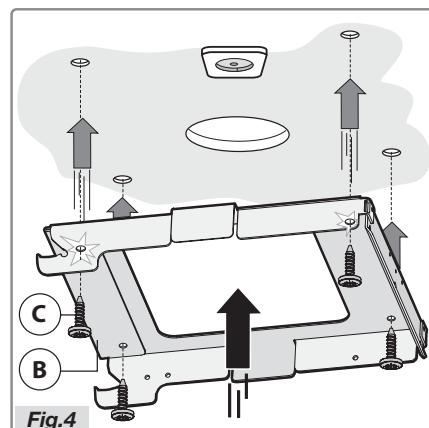

Fig.4
- Prenez l'élément de fixation B et vissez-le au plafond au moyen des quatre vis C (Fig.4).